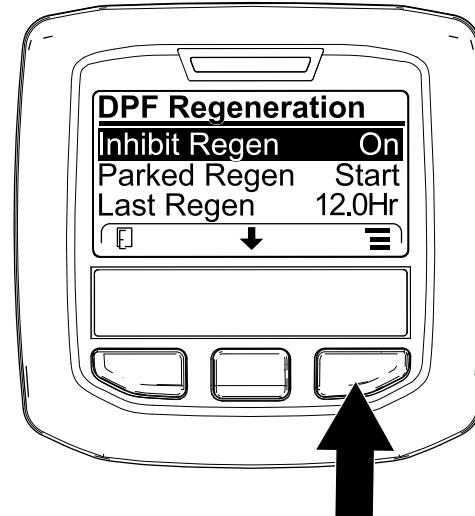

Figura 50
1. Acceda al menú DPF Regeneration (Regeneración de DPF), pulse el botón central para desplazarse hacia abajo, hasta la opción INHIBIT REGEN (Inhibir regeneración) y pulse el botón derecho para seleccionar la opción Inhibit Regen (Figura 50).
2. Pulse el botón derecho para cambiar el ajuste de inhibición de regeneración de Activado a Desactivado (Figura 50) o viceversa (Figura 51).